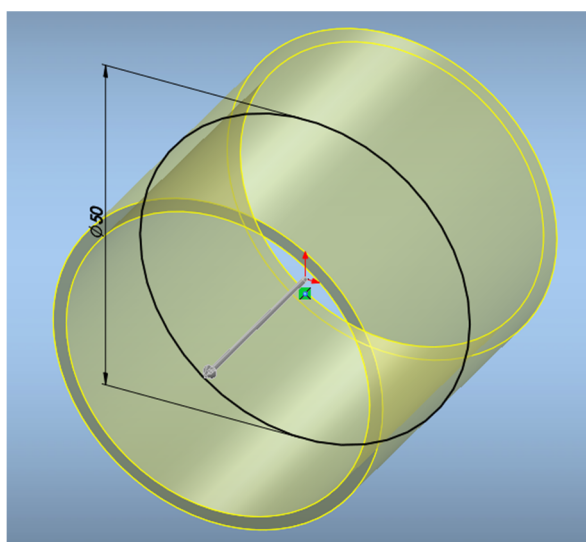

Рисунок 4 – Создание детали трубы с помощью эскиза одной окружности и Тонкостенного элемента
2. Создание детали трубы с помощью эскиза одной окружности и «Тонкостенного элемента» (Рисунок 4).